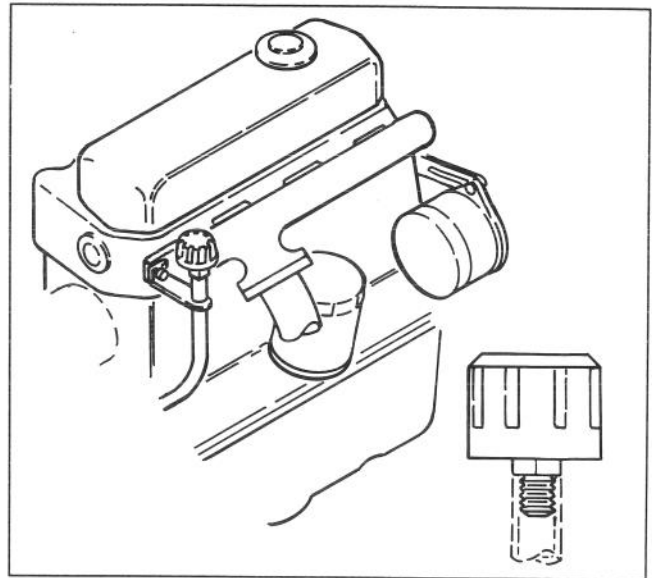

Figure 47
2. Nettoyer la surface autour du reniflard et le dévisser à l'aide d'une clé (Fig. 47). Poser un reniflard neuf.